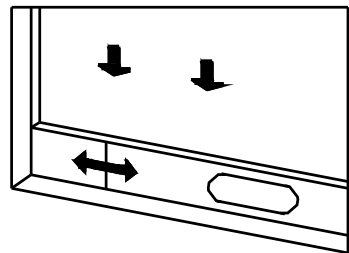
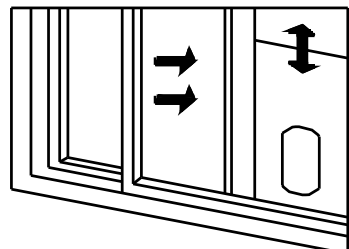

Abbildung 2
Abbildung 3
- Öffnen Sie das Fenster zur Hälfte und montieren Sie die Fensterdichtungsplatte (siehe Abb. 2 und Abb. 3). Die Komponenten können in horizontaler und vertikaler Richtung platziert werden.